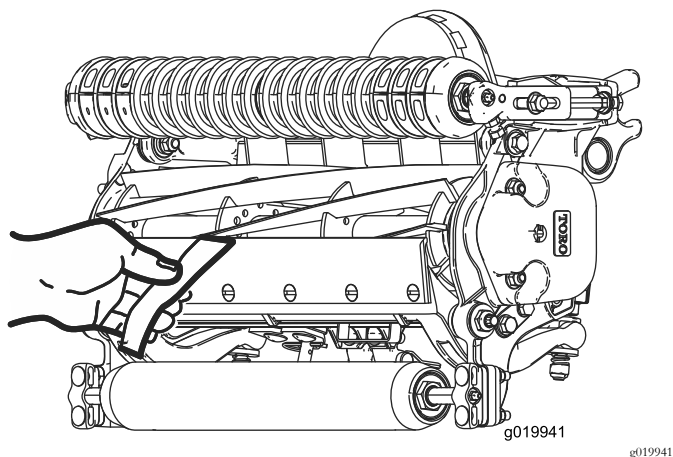

图10
- 在滚刀与底刀间插入一长条剪切性能纸Toro 零件号 125-5610 纸要与底刀垂直检测剪切性能图10。